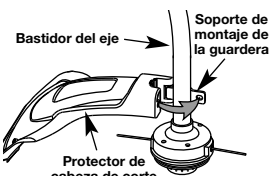

Fig. 6
- Coloque el protector de la cabeza de corte en el bastidor del eje. Cerciórese de que el soporte de montaje de la guardera se deslice en la ranura situada en el borde del protector de corte. Gire el protector en sentido antihorario hasta que quede en su lugar (Fig. 6). Los orificios en el soporte de montaje de la guardera y el protector de la cabeza de corte se alinearán.